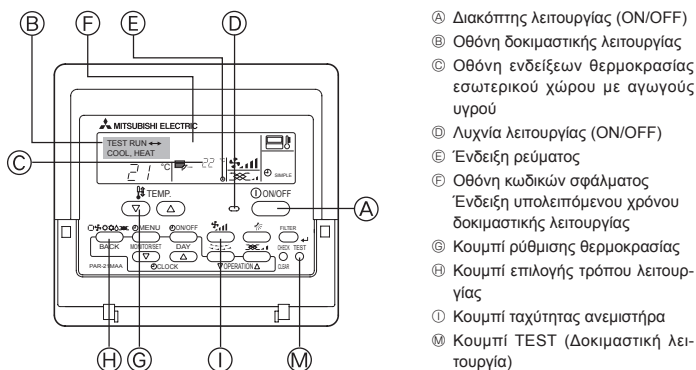

Fig. 6-1
6.2.1. Με ενσύρματο τηλεχειριστήριο (Fig. 6-1)